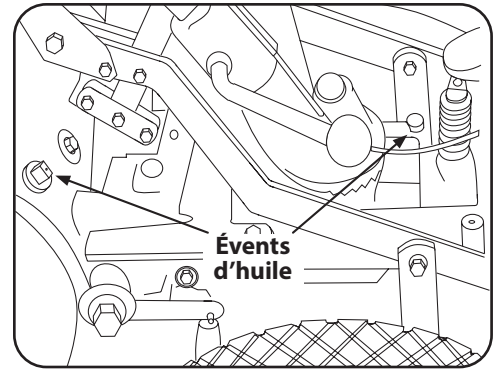

Figure 5-5
- Si vous utilisez le motoculteur par temps chaud, l'huile d'engrenages peut se réchauffer et se dilater dans les transmissions. Pour permettre cette dilatation, la transmission du groupe moteur et les transmissions de l'ensemble de dents sont dotées d'évents. Voir Figure 5-5.